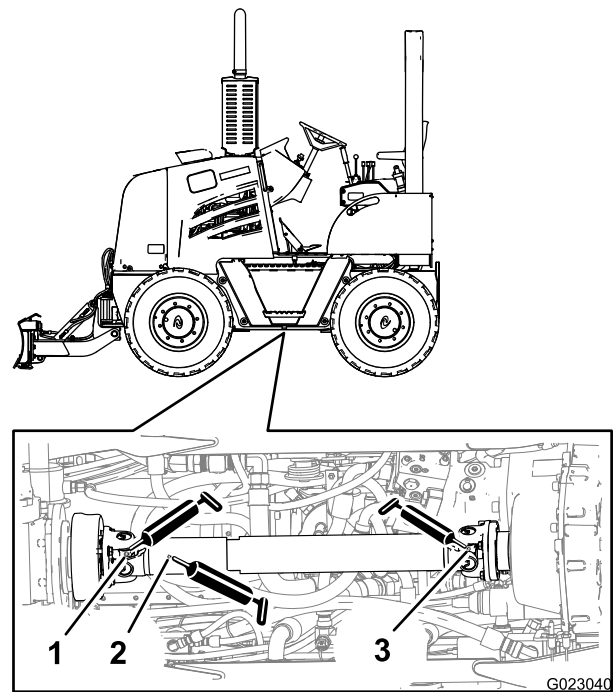

Bild 33
2. Setzen Sie eine Fettpresse auf den Schmiernippel für die Schiebekupplung am vorderen Ende der Antriebswelle und drücken Sie zwei bis drei Stöße des Fetts auf den Schmiernippel ein (Bild 33).